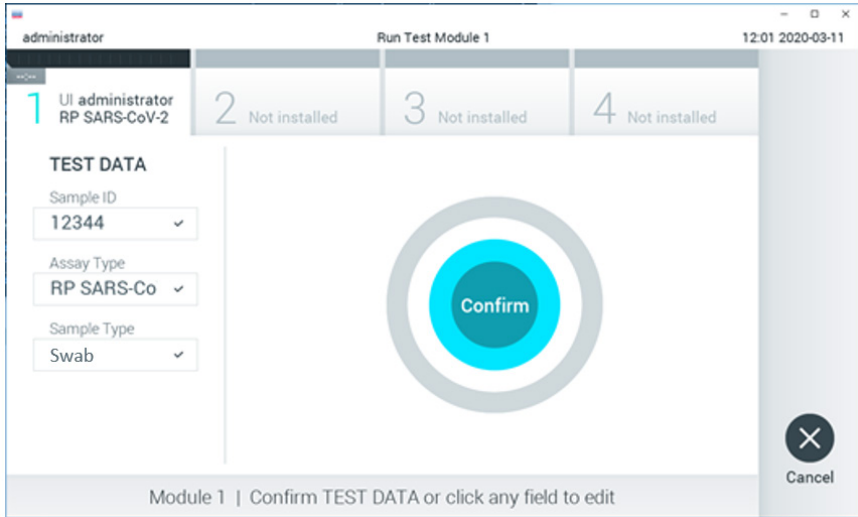

Figura 14. Confirmarea introducerii datelor.
10. Apăsați **Confirm** (Confirmare) atunci când toate datele afișate sunt corecte. Dacă este necesar, selectați câmpul corespunzător pentru editarea conținutului, sau apăsați **Cancel** (Anulare) pentru anularea testării (Figura 14).